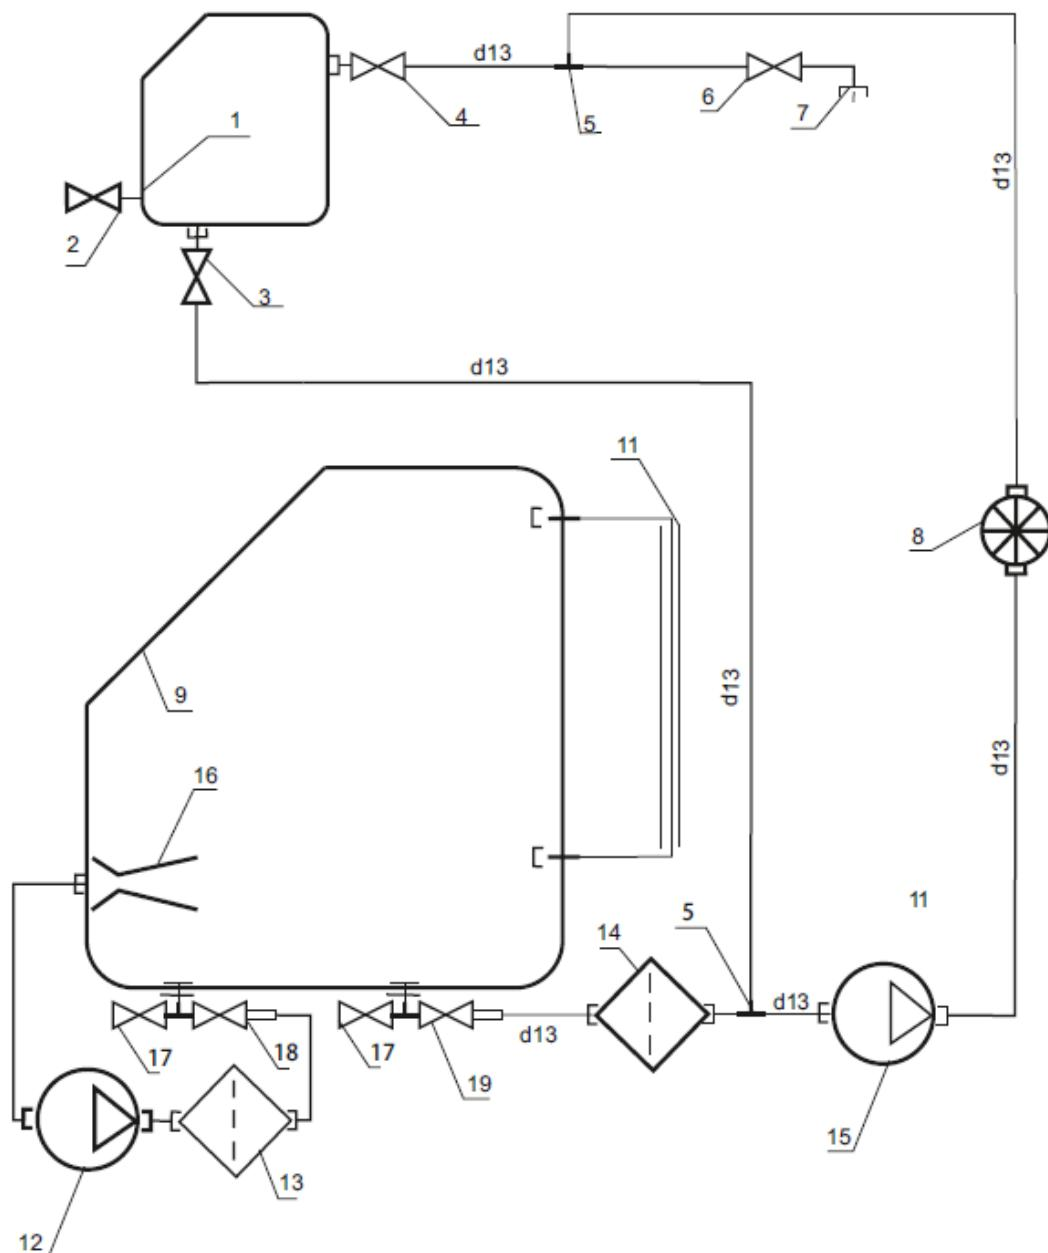

Рисунок 5.7 Схема гидравлической системы:
Система гидравлики показана на рис.5.7
- установить тумблер «Насос» в положение "Включено" и нажать кнопку «АВТОМАТ» рис.5.7 - включается электродвигатель насоса. При этом ручки кранов (рис.5.7), должны быть в следующем положении:
Рис. 5.7а Кран модуля
Рис.5.7б Бак промывки